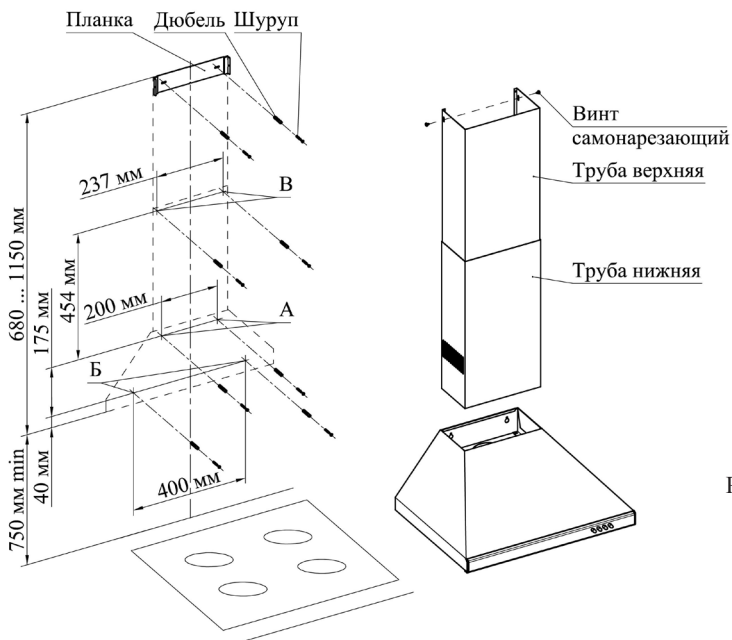

Рис. 2
- 6.3 С учетом установочной высоты и центральной линии разметьте на стене отверстия (А, Б, В) (рис. 2).
- 6.4 Просверлите отверстия (А, Б, В) диаметром 8 мм на глубину 50 мм (рис. 2).
- 6.5 В отверстия (А и Б) вставьте дюбели согласно рис. 2 и по отверстиям А заверните не до упора два шурупа, на которые навесьте воздухоочиститель со снятыми фильтрами.
- 6.8 Вставьте дюбели в отверстия В и заверните не до упора шурупы (рис. 2). Вставьте верхнюю декоративную трубу в нижнюю и установите обе трубы в корпус воздухоочистителя, навесив нижнюю трубу на шурупы. Доверните шурупы до упора.